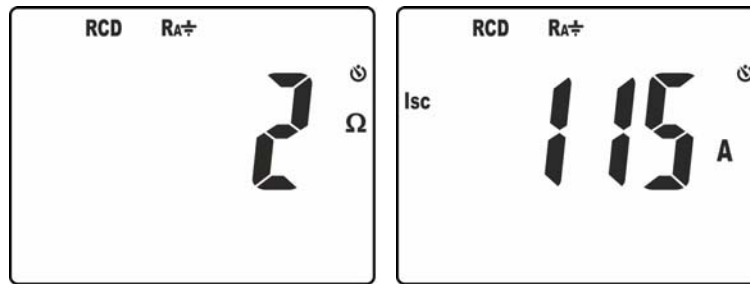

Fig. 22: Risultati della misura di resistenza globale di terra
9. Nella videata di Fig. 22 – parte sinistra è presente il valore della resistenza globale di terra. Premere i tasti \blacktriangledown / ⏸ o \blacktriangle per visualizzare il valore della corrente di cortocircuito presunta **Isc** (vedere § 9.3)